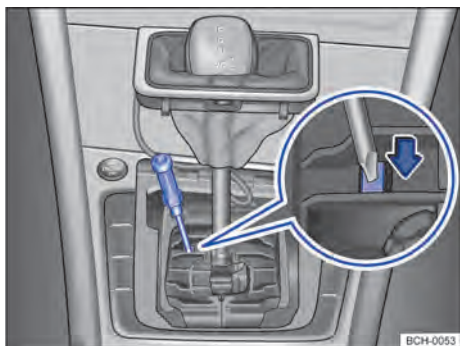

Fig. 91 Desmontar la cubierta de la palanca selectora y desbloquear el bloqueo de la palanca selectora de emergencia.
- Con ayuda de un destornillador presionar cuidadosamente la palanca de desbloqueo en la dirección de la flecha y mantenerla en esa posición → fig. 91.